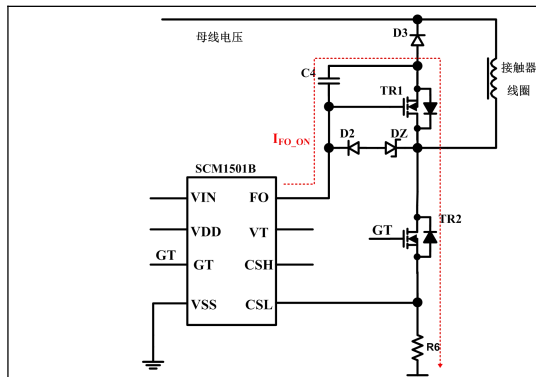

图6 启动过程电路原理图
(1) 图6，芯片启动时的工作原理见启动过程的工作原理图。芯片启动后，GT会输出高电平，这时FO也会持续输出一个电流驱动MOS管TR1。FO给MOS管TR1的栅极充电，电流 I_{FO_ON} 的路径如下：当MOS管TR2导通时，FO引脚就会通过MOS管TR1的体二极管和MOS管TR2这条路径给电容C1充电，每次MOS管TR2导通时，FO引脚都会给C1充电。所以在吸合阶段和吸持阶段，MOS管TR1都是长通的。